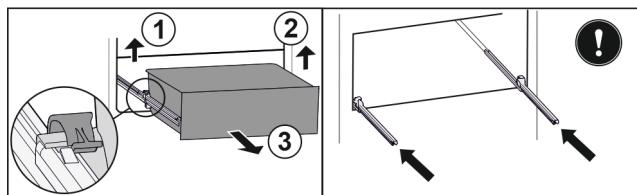

Fig. 117
- Zvedněte levou svorku a současně vytáhněte zásuvku vlevo dopředu. Fig. 117 (1)
- Zvedněte pravou svorku a současně vytáhněte zásuvku vpravo dopředu. Fig. 117 (2)
- Vyjměte zásuvku dopředu. Fig. 117 (3)